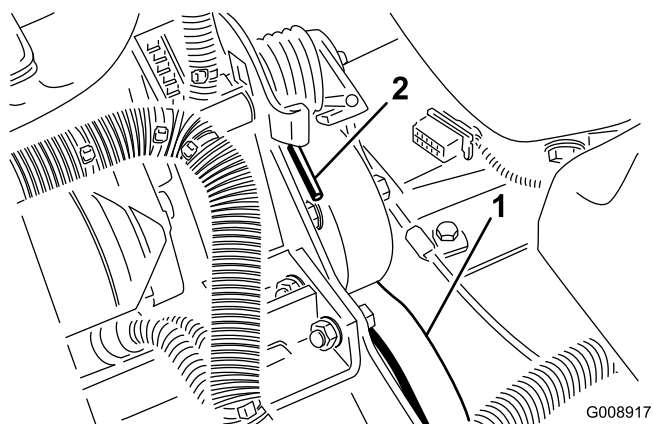

Figura 70
2. Premete l'estremità della molla e spingetela in avanti (Figura 70) per sbloccarla dalla staffa e rilasciare la tensione della molla.